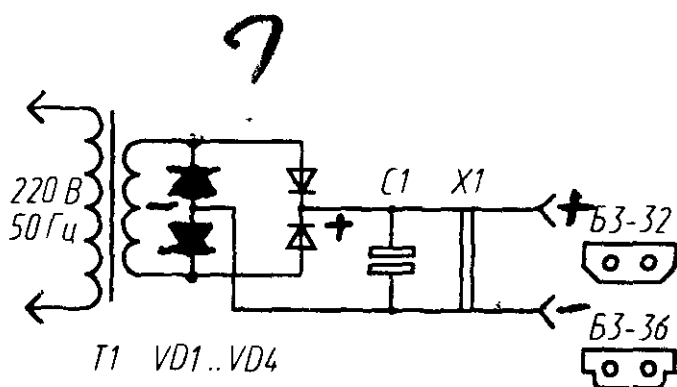

Рис. 17. Схема простейшего отечественного трансформаторного блока питания БП2-1М
1. Простейший трансформаторный блок питания (рис. 17) для микрокалькуляторов отечественного производства.
Блок питания Д 2–10 М (аналогичен блоку питания более старой модели БП 2–1) имеет схему, аналогичную показанной на рис. 17 со следующими отличиями: понижающий трансформатор типа БТ 4.702.061, два диода (VD 3 и VD 4) заменены на стабилитроны. Параметры подобны параметрам БП 2–1 М, кроме размеров (93 х 48 х 36 мм) и массы ( $\leq 180$  г).